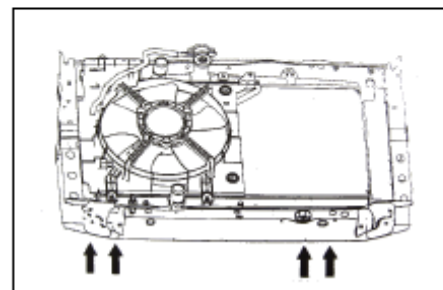

Рис. 68
- (6) Демонтируйте блок радиатора, снимите 4 болта и снимите вентилятор и проводку вентилятора (см. Рис. 68).
- (7) Установите блок вентилятора охлаждения.